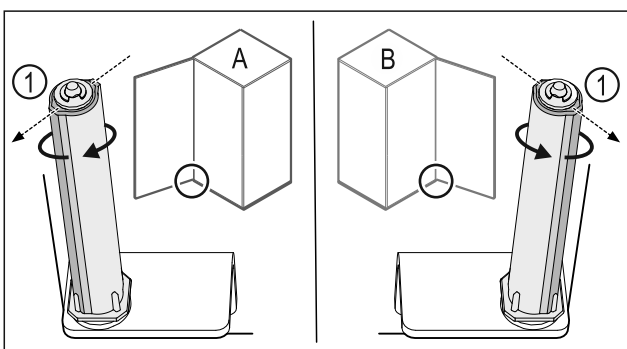

Fig. 40 左门挡(A) / 右门挡(B)
- ▶ 克服阻力转动关门系统，直至关门系统 Fig. 40 (1)的连接片朝外。